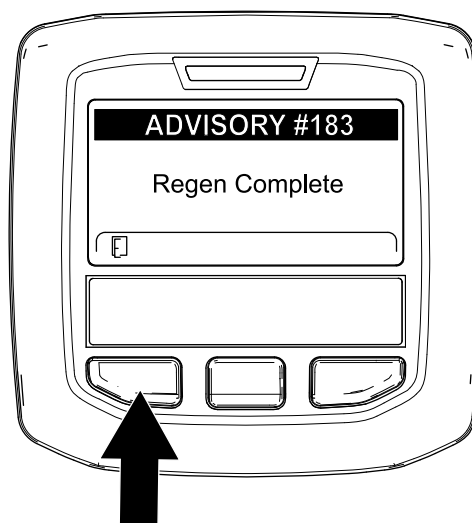

Figura 62
9. Quando il computer del motore completa una rigenerazione parcheggiata o una rigenerazione di recupero, l'InfoCenter visualizza il messaggio ADVISORY #183 (Figura 62). Premete il pulsante sinistro per uscire e tornare alla schermata Home.